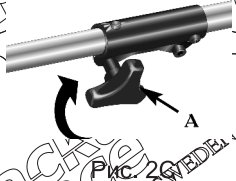

Рис. 2С
1. Чтобы ослабить, поверните фиксирующий винт (А) против часовой стрелки (Рис. 2А).
2. Крепко держа штангу (В) вставляйте его прямо в быстросменную соединительную муфту (С) до тех пор, пока спусковая кнопка (D) не появится в первой отверстии (Е) быстросменной соединительной муфты (Рис. 2В).
3. Чтобы затянуть, поверните маховичок (А) по часовой стрелке (Рис. 2С).